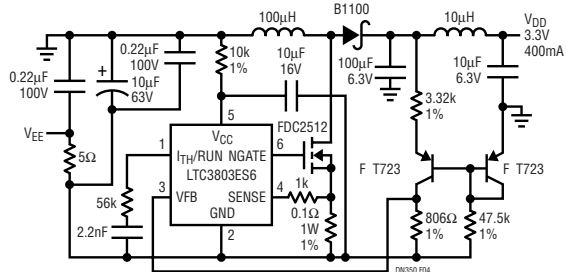

図 4. -48V から 3.3V への昇圧コンバータ
3.3V 電源は、LTC4259A のデジタル部分に電力を供給します。図 4 に示す LTC3803 の回路で -48V を 3.3V に変換するため、2 つ目の電源が不要です。この昇圧レギュレータ回路は、2% という高精度なレギュレーションを実現し、48 ポートのアプリケーションにおいて最大 12 個の LTC4259A とポート・インジケータ LED とを駆動するのに十分な 400mA の電流を出力します。